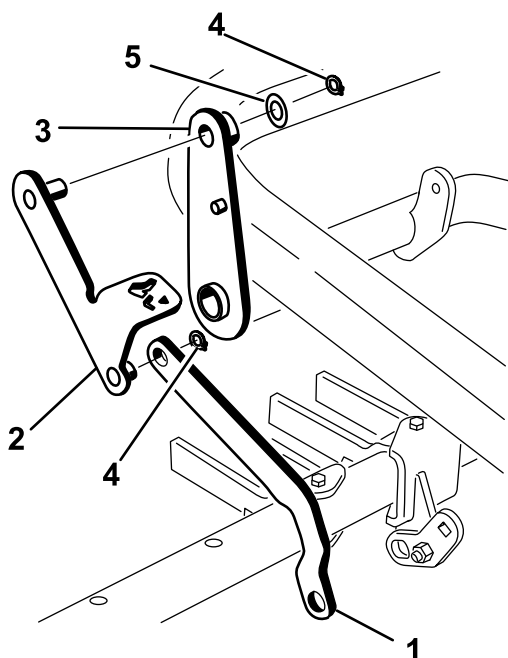

Figura 15
3. Glisai capătul articulaiei barei de instrumente peste stâlpul scurt de pe ansamblul pârghiei pedalei i fixai-l cu un inel de fixare (Figura 15).
4. Instalezi stâlpul la celălalt capăt al ansamblului pârghiei pedalei prin partea de sus a ansamblului pârghiei i fixai-l folosind o aibă ($\frac{7}{8}$ ") i un inel de reinere (Figura 15).